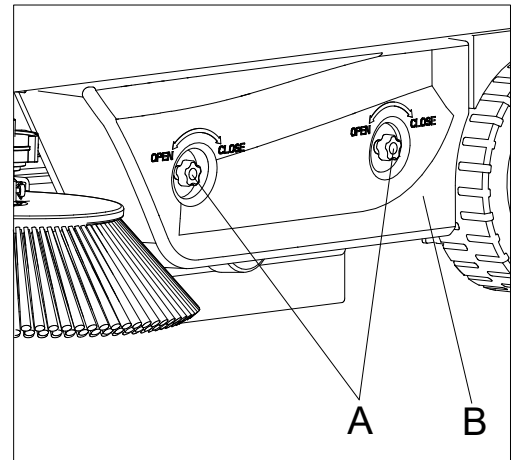

Figura 22
3. Desenrosque las perillas (C Figura 22) y quite la tapa izquierda (B, Figura 22).
13. Coloque la tapa izquierda (B Figura 22) apretando las perillas (A Figura 22).
4. Desenrosque las perillas (C Figura 22) y quite la tapa izquierda (B, Figura 22).